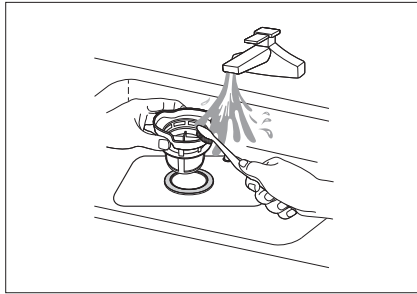

Fig. 20
- ▶ Rincez les filtres à l'eau courante et nettoyez-les soigneusement avec une brosse (voir **fig. 20**). Après chaque lavage, vérifiez si de gros résidus obstruent le filtre et enlevez-les immédiatement.